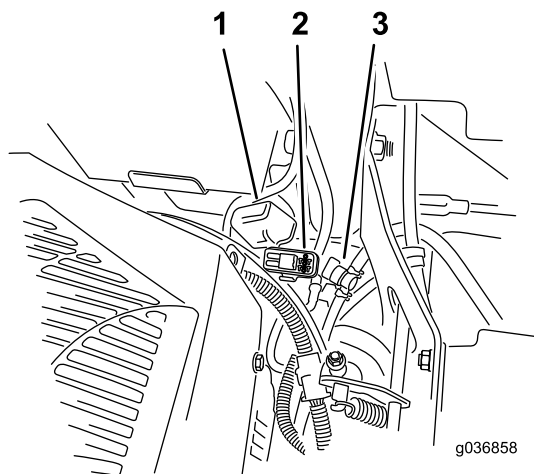

Figure 57
Les fusibles sont situés sur la console droite, près du siège (Figure 57).
2. Remplacez le fusible (Figure 57).